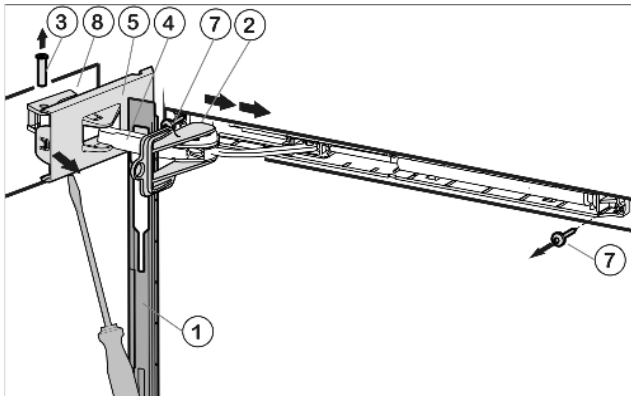

Fig. 5
- ▶ Pousser le panneau au-dessus de l'étrier de l'amortisseur Fig. 5 (4) vers l'avant, en direction de l'appareil.
- ▶ Encliqueter le dispositif d'arrêt Fig. 5 (2) joint dans le trou longitudinal.
- ▶ Détacher le cache côté charnière Fig. 5 (5) avec un tournevis jusqu'au premier encliquetage.
- ▶ Chasser le pivot Fig. 5 (3) par le bas.
- ▶ Pousser l'étrier de l'amortisseur Fig. 5 (4) en direction de la porte.
- ▶ Défaire complètement le cache Fig. 5 (5) côté charnière et l'ôter.
- ▶ Ôter le panneau Fig. 5 (1).
- ▶ Dévisser l'unité de l'amortisseur de fermeture (2 vis Torx 15) Fig. 5 (7).
- ▶ Dévisser l'élément pivotant Fig. 5 (8) et le placer tourné de 180° du côté opposé. Pointer les trous de vissage ou utiliser une visseuse sans fil.